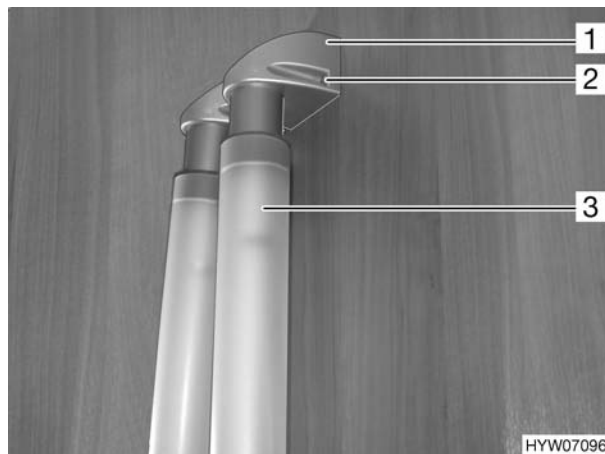

Fig. 91 Illuminazione del vano WC
- Svitare i bulloni (Fig. 91,2).
- Rimuovere lo zoccolo (Fig. 91,1).
- Estrarre il vetro della luce (Fig. 91,3) tirandolo verso l'alto.